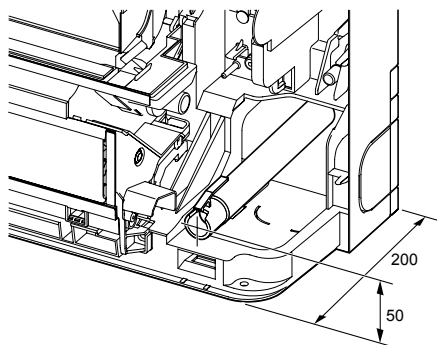

Fig. 5-3
- ① 向下倾斜
- ② 不能向上倾斜
- ③ 积水
- ④ 空气
- ⑤ 排水管末端浸入水中。
- ⑥ 排水通道
- ⑦ 距离地面 50 毫米或以下
- ⑧ 排水管
- ⑨ 可安装的 PVC 软管 (内径: 15 毫米) 或坚硬的 PVC 管道 (VP-15)
- 布置排水管道时，请确保排水软管如图布置。(Fig. 5-3)